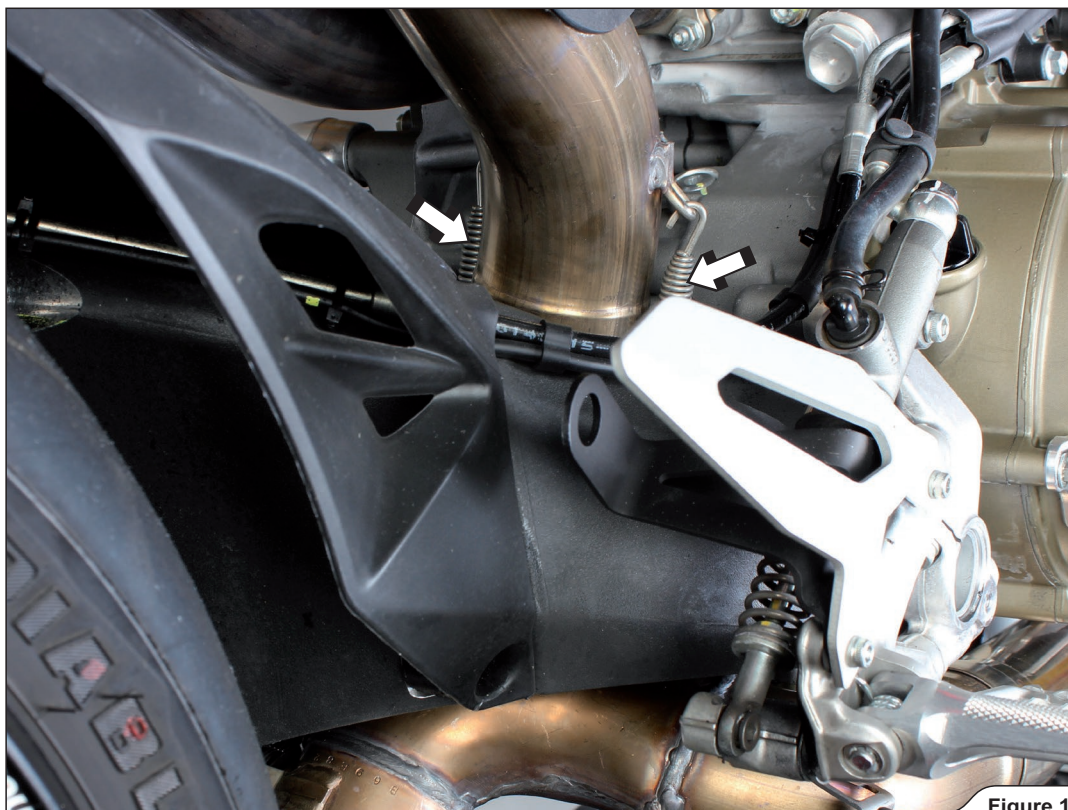

Figure 17
13. リアマニホールドの図に示すスプリングを外し、マニホールドを車両から慎重に取り外します (図 17)。